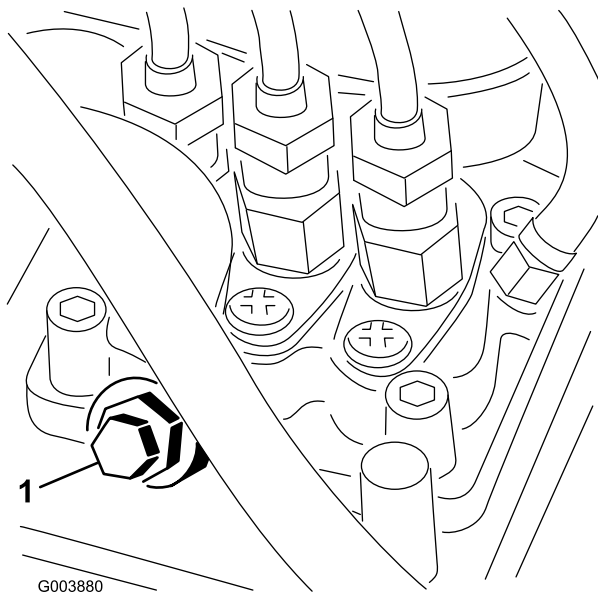

Figura 22
3. Aprite la vite di sfiato sulla pompa d'iniezione (Figura 22).